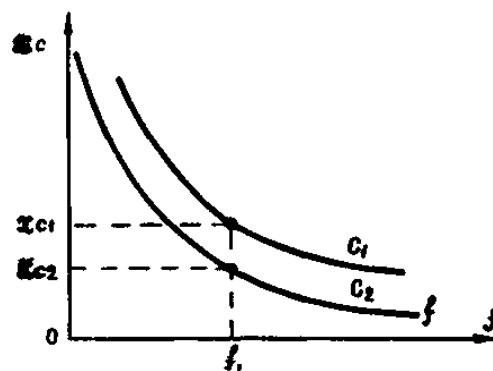

Рис. 7. Графики емкостных сопротивлений для двух постоянных значений емкостей  $C_1$  и  $C_2$  ( $C_2 > C_1$ )
Емкостное сопротивление, как видно из выражения (15), обратно пропорционально частоте. На рис.7 показаны графики емкостных сопротивлений для двух постоянных значений емкостей конденсаторов  $C_1$  и  $C_2$ .